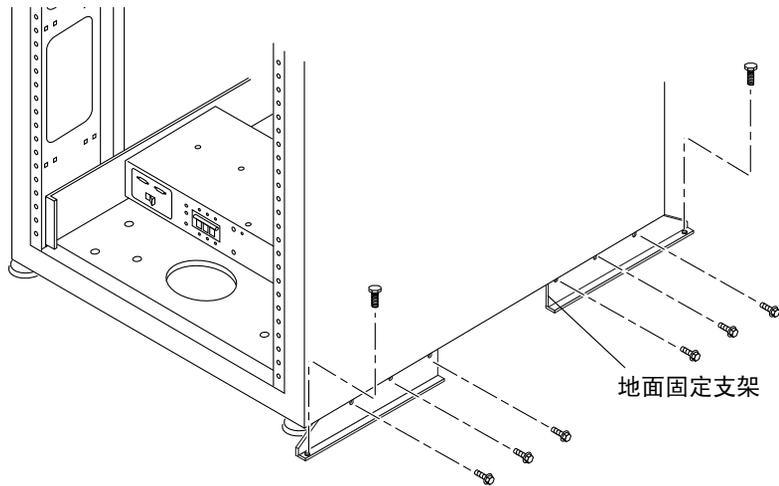

图 2-6 安装地面固定支架
2. 使用 7/16 英寸棘轮扳手，用刚才拧下的六颗固定螺丝将右侧的地面固定支架固定至系统的前部和后部（图 2-6）。